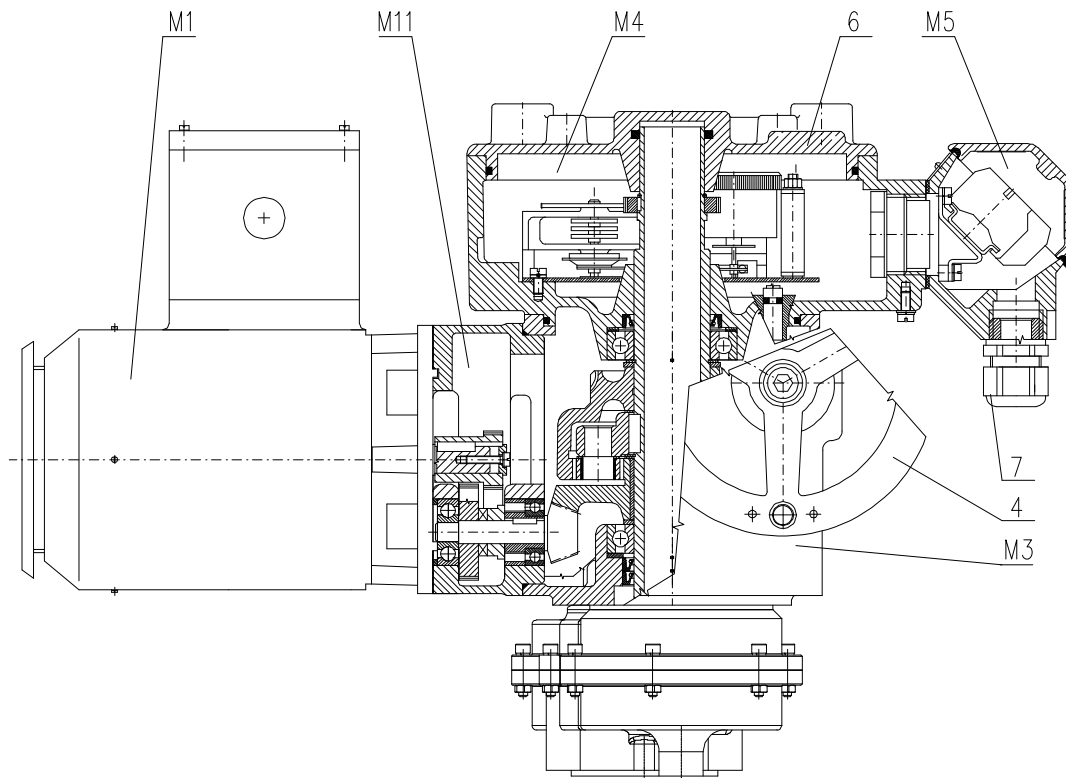

Рис.1
1.5 Описание и функция (рис.1)
Модуль М4 – шкаф управления (рис. 1) Ex d IIB T5